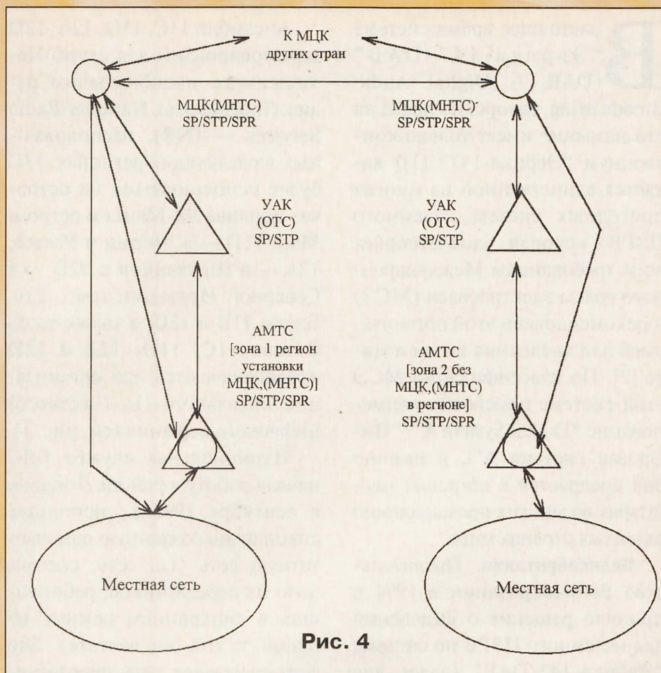

Рис. 4
**Структура междугородной сети ОКС 7 ВСС РФ.** Эта структура определяется в соответствии с "Концепцией развития междугородной телефонной связи на территории РФ до 2005 года". На этой основе организуется схема организации междугородной связи, показанная на рис. 4, которая строится на следующих принципах: